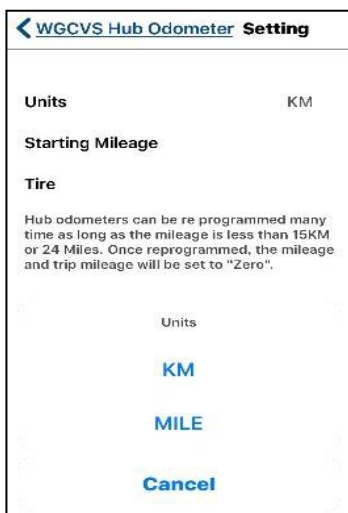

Рис. 2
*Units*: километры или мили для общего и текущего пробега (рис. 2).